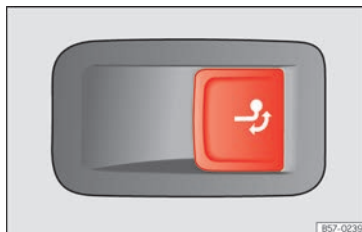

Abb. 182 Auf der rechten Seite im Gepäckraum: Taste zur Entriegelung der Anhangerkupplung.
- Ziehen Sie kurz an der Taste » » (Abb. 182). Die Anhangerkupplung wird automatisch entriegelt und dreht selbsttätig heraus. Die Kontrollleuchte der Taste blinkt.
- Ziehen Sie kurz an der Taste » » (Abb. 182). Die Anhangerkupplung wird elektrisch entriegelt.
»» **[Abb. 182]**, wenn ein Anhänger oder ein Gepäckträger oder anderes Zubehör auf der Anhängerkupplung eingehängt ist.